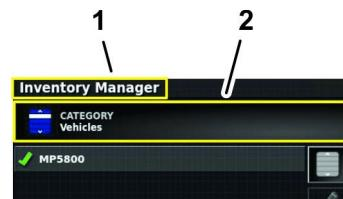

Figura 98
5. Se la categoria del tipo di informazioni (ad es. prodotti, ugelli personalizzati, campi, attività, confini dei campi, linee AB e curve) che volete esportare non viene visualizzata nell'icona Categoria, premete l'icona Categoria (Figura 98).